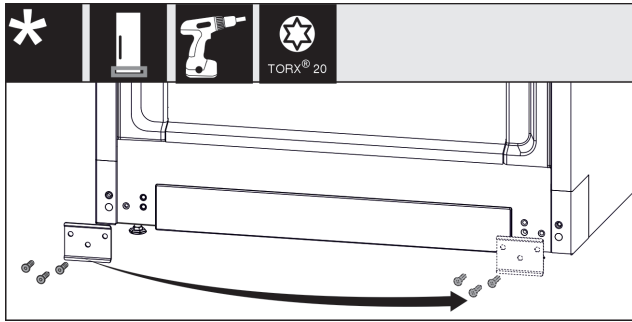

Fig. 12
- ▶ Blech abschrauben, auf die andere Seite umsetzen und wieder anschrauben. Fig. 12 (1)
- ▶ Abdeckung auf der anderen Seite wieder aufsetzen. (1)